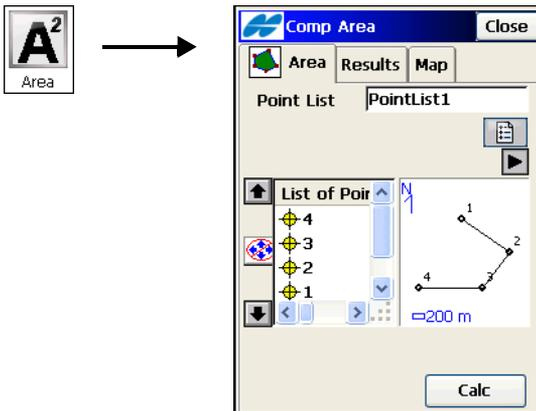

Abbildung 10-12. Nach Punkten
1. Wählen Sie im Fenster **Fläche berechnen** (Abbildung 10-12) eine Punktliste, die die Eckpunkte des Polygons enthält. Mit den Pfeiltasten können Sie die Punktfolgenfolge (und somit auch die Polygonform) ändern.